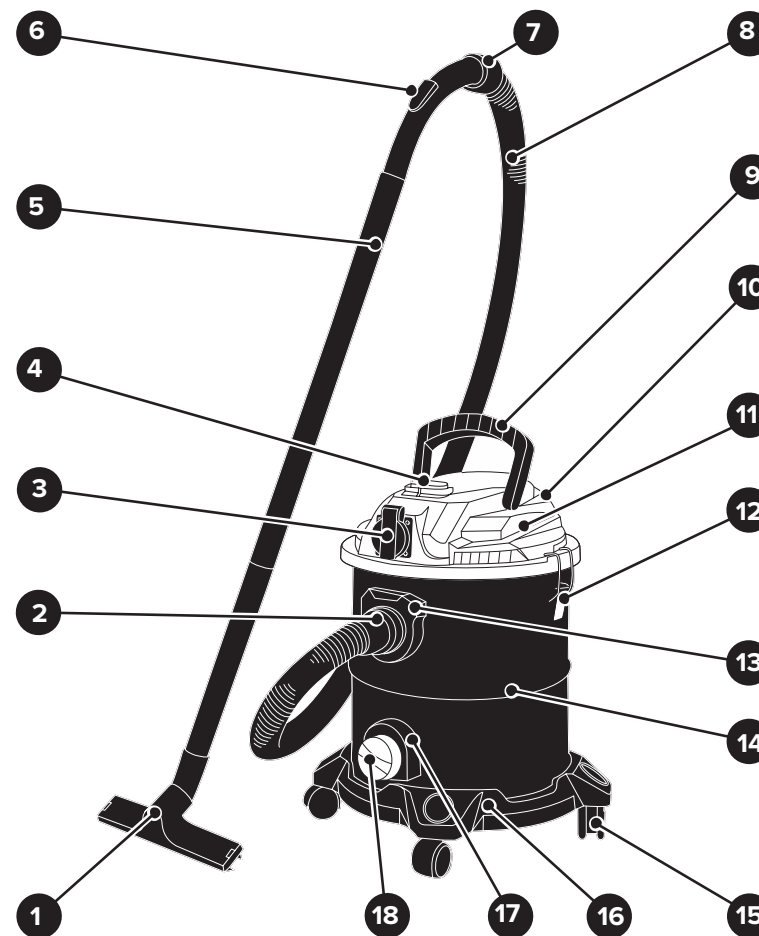

Рисунок 1 — Общий вид пылесоса
- Разблокируйте защелки замков 12 с обеих сторон пылесоса и за ручку 9 снимите блок электродвигателя 11 (см. рис. 1 и схему сборки).
- Снимите фильтр-мешок бумажный (см. рис. 1, схему сборки и табл. 2) с патрубка во внутренней полости бака 14. В случае заполнения фильтр-мешка замените его.
- Проверьте правильность сборки пылесоса (см. рис. 1 и схему сборки).
- Вращательным движением раструба 2 шланга гофрированного 8 установите во фланец воздуходувный, и зафиксируйте его (см. рис. 1 и схему сборки).
- Если длины шланга гофрированного 8 недостаточно, например: при уборке потолка и стен, присоедините к патрубку 7 удлинители 5 (см. рис. 1), и установите насадку щелевую, или насадку для уборки пола 1, или щетку круглую (см. схему сборки и табл. 2).
- На блоке электродвигателя 11 установлена розетка 3 для подключения электроинструмента (см. рис. 1 и схему сборки).
- После установки соответствующего фильтра, за ручку 9 установите блок электродвигателя 11 на бак 14 (см. рис. 1). С помощью защелок заблокируйте замки 12.
- Вращательным движением раструб 2 шланга гофрированного 8 установите во фланец для подключения 13 (см. рис. 1). Установку произведите так, чтобы замок (выступ) на раструбе 2 вошел в фиксирующий паз фланца для подключения 13.
- **ВНИМАНИЕ!** Перед началом работы с пылесосом внимательно изучите порядок действий с переключателем трехпозиционным 4 (см. рис. 1):
2 и рис. 1): шланг гофрированный 8, удлинители 5, щелевая насадка, насадка для уборки пола 1, щетка круглая, переходник ступенчатый для подключения к пылеотводящему патрубку электроинструмента и другие детали.
- Потяните на себя защелки замков 12 с обеих сторон бака 14 (см. рис. 1 и схему сборки) и откройте замки. За ручку 9 снимите блок электродвигателя 11. Если в баке 14 лежат принадлежности и комплектующие детали пылесоса, то необходимо вынуть их.
- Переверните бак 14 дном вверх. Установите колеса поворотные 15 (см. рис. 1 и схему сборки) в основание 16. Для этого вставьте до упора оси поворотных колес 15 в специальные отверстия в нижней части основания 16, и закрепите их.